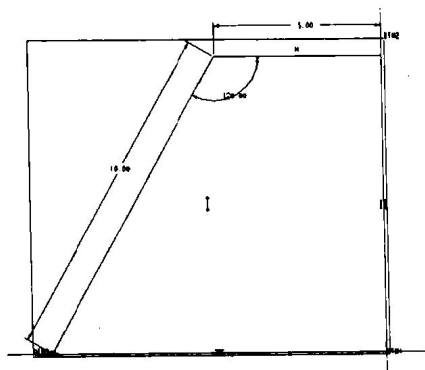

图 2-3 绘制 1/4 六棱面
3. 制作六棱柱体。单击工具栏中的  按钮，并绘制如图 2-3 所示的两条线段。单击 ，用鼠标中键点击这两条线段后，按图 2-3 所示标注尺寸。单击工具栏中的  按钮后，选取尺寸标